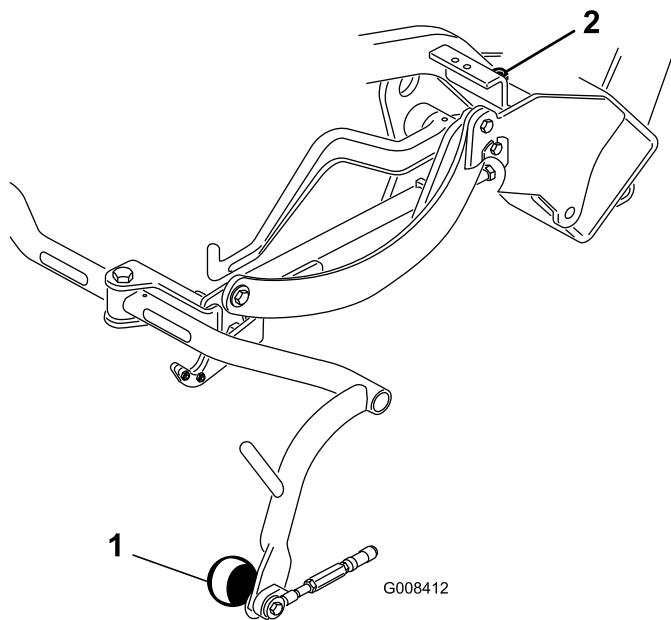

Bild 6
- Sollte eine Einstellung erforderlich sein, lösen Sie die Klemmmutter an der Anschlagsschraube des Trägers Rahmens (**Bild 6**) und drehen Sie die Schraube nach oben oder unten, um den Trägers Rahmen anzuheben oder abzulassen. Ziehen Sie die Klemmmutter an, um die Einstellung beizubehalten.